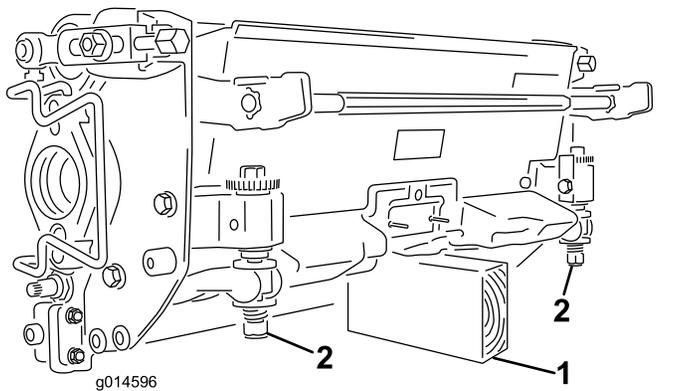

图46
**重要事项** 当您需要翻转滚刀组时应支撑住滚刀组的后部确保底刀架调节螺丝后端的螺母不会接触工作表面图46。